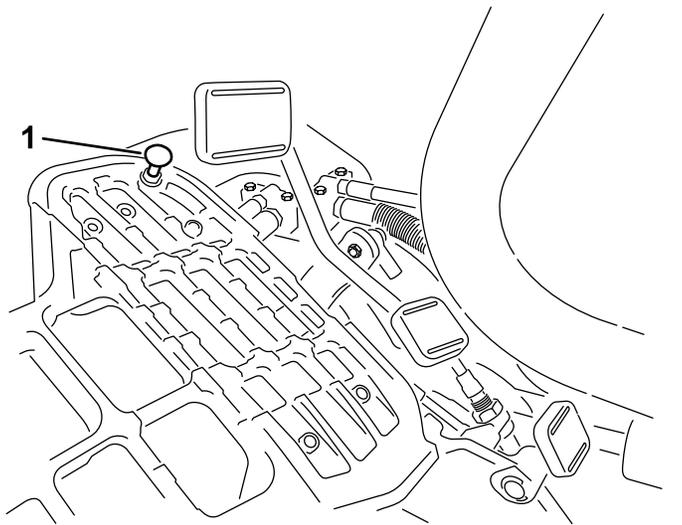

图 44
要获得最大行驶速度请将功能控制杆放在行驶位置并踩下驱动踏板。如果在拉线感到张紧力之前踏板接触到限位器图 44 请执行以下调节程序
1. 将功能控制杆放在行驶位置松开将踏板限位器固定至底板上的锁紧螺母图 44。